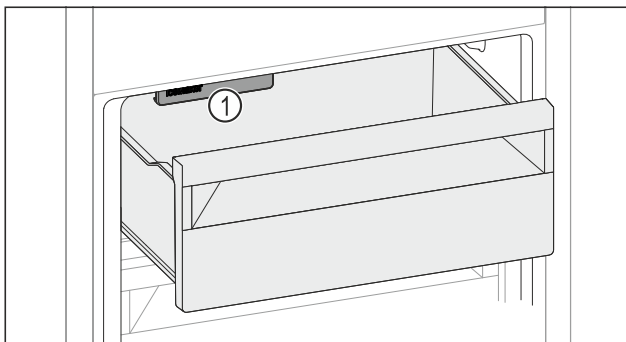

Fig. 155
- ▶ Når du legger matvarer i den venstre siden av skuffen: Ta hensyn til IceMaker Fig. 155 (1).